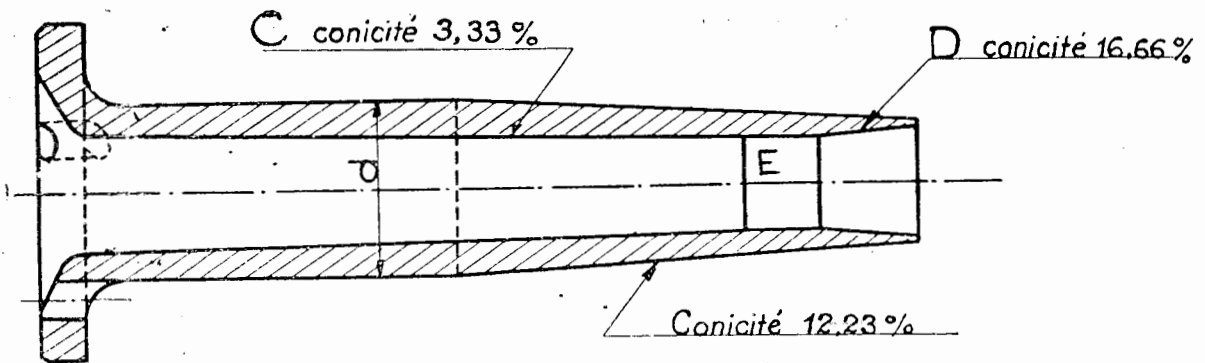

FIG. 253
**d) Rectification de la tuyère centrale d'arrivée de vapeur (fig. 253).**